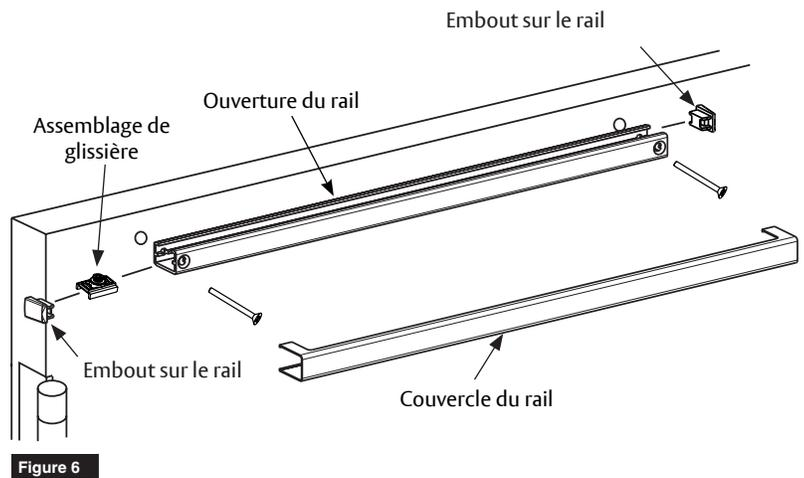

Figure 6
3. À l'aide des trous préalablement percés dans la porte, fixer le rail à la porte avec deux (2) vis de 12 x 44,5mm (1-3/4"). (Figure 6)